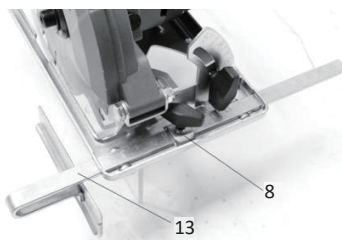

Fig. 4
5.4 Montaż prowadnicy (Rys. 4)
- a) Poluzować śrubę blokującą prowadnicy (12).
- b) Wsunąć prowadnicę (13) w jej uchwyt (8). Upewnić się, że oznaczenia są skierowane do góry.
- c) Przesunąć prowadnicę w żądane położenie i dokręcić śrubę blokującą prowadnicy (12). Przed ustawieniem prowadnicy należy najpierw wybrać kąt cięcia.